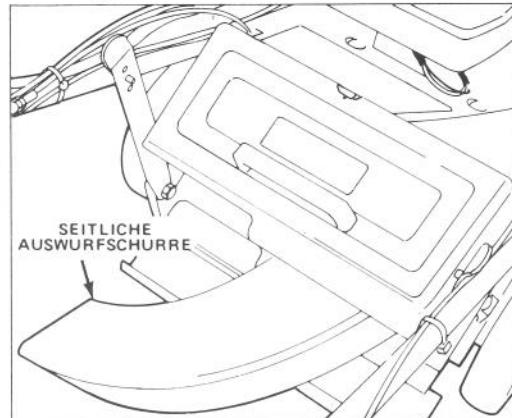

Bild 25
1. **Seitenauswurf-Kit, Modell Nr. 59112** – In Sekundenschnelle montierbar. Anstelle des Grasfangsacks montierbar. Wirft Gras aus und trimmt beidseitig (Bild 25).